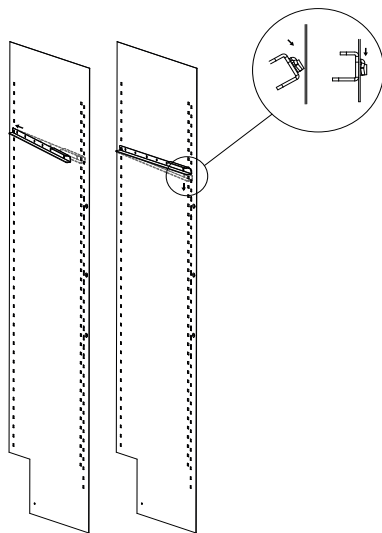
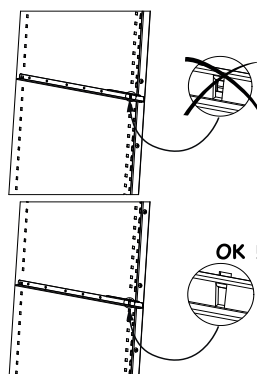

Abbildung 1
Abbildung 2
Zwischen den Regalen wurden jeweils Schutzkeile für den Transport angebracht. 2 Keile pro Regal (Bild 1). Entfernen Sie diese alle durch eine Drehbewegung (Bild 2). Sie können diese Keile aufbewahren und wieder verwenden, wenn Sie Ihren Weinklimaschrank über eine längere Distanz transportieren müssen. • Rollen Sie das Stromkabel ab, damit es mit keinem Teil des Geräts in Berührung kommt.
1. Schieben Sie 2 Führungsschienen in die hierfür vorgesehenen Führungsleisten. Platzieren Sie für jedes Regal eine Schiene rechts und eine Schiene links (siehe Abbildung 1). Achten Sie darauf, die Schienen an der richtigen Stelle einzuschieben (siehe Abbildung 2).